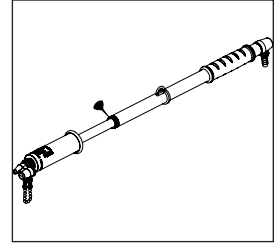

Figure 6.
2. Appliquez quelques gouttes d'huile légère ou de la graisse sur l'écrou de presse-garniture pour faciliter le fonctionnement de la pompe. **Voir la figure 6.**